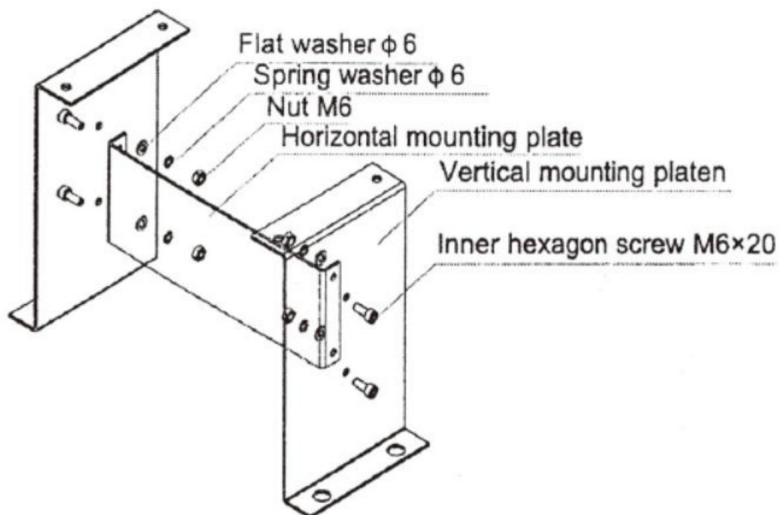

Figure 5
- a) Démontez le boîtier en plastique du moteur principal avant l'installation et conservez correctement les fixations appropriées ; b) Si vous sélectionnez la base de montage amovible, la base doit d'abord être assemblée comme indiqué sur la figure 5 :